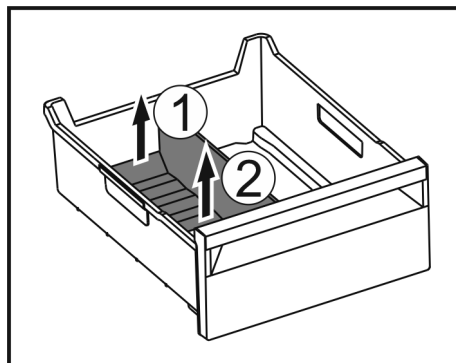

Fig. 74
- ▶ Soulever la partie arrière du séparateur de congélateur. Fig. 74 (1)
- ▶ Retirer le séparateur de congélateur par le haut. Fig. 74 (2)